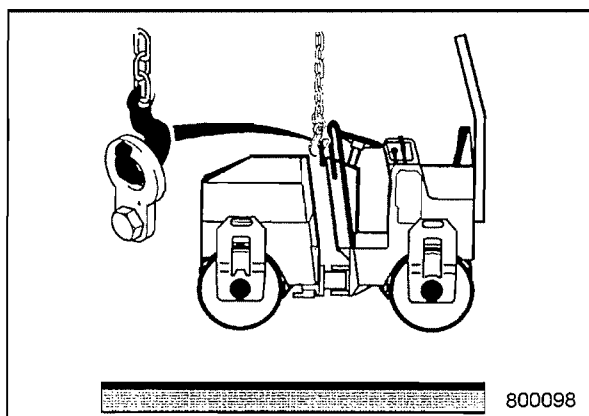

Fig. 72
- Para elevar la máquina se debe utilizar el dispositivo central de suspensión (Fig. 72).